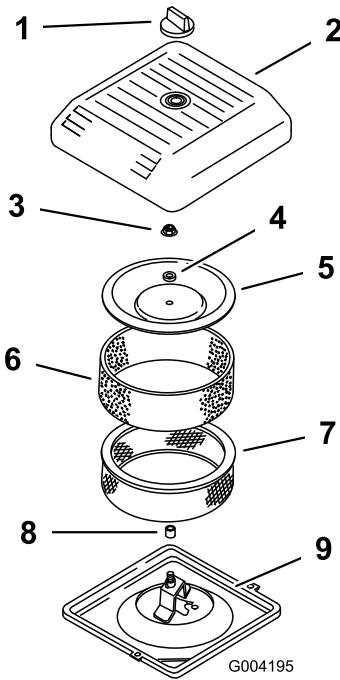

Figura 43
3. Desenrosque el pomo y retire la cubierta del limpiador de aire (Figura 43).
4. Deslice cuidadosamente el prefiltrado de gomaespuma para separarlo del elemento de papel (Figura 43).
5. Desenrosque la tuerca de la tapa y retire la tapa, el espaciador y el filtro de papel (Figura 43).
2. Coloque el conjunto del limpiador de aire sobre su base (Figura 43).
3. Instale la tapa y el espaciador y fíjelos con la tuerca de la tapa (Figura 43). Apriete la tuerca a 11 Nm.
4. Instale la cubierta del limpiador de aire y fíjela con el pomo (Figura 43).